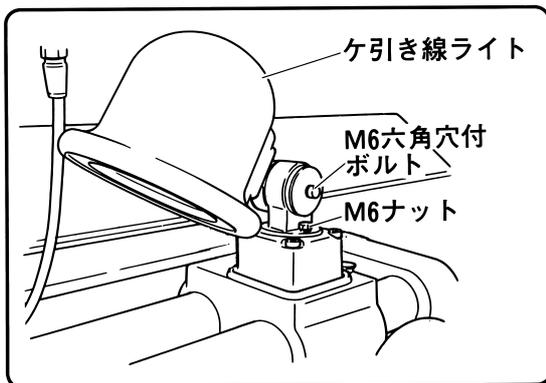

図 37
(4) ケ引き線ライトの位置調整が完了したら M 6 六角穴付ボルトと M 6 ナットを十分に締付けます。(図37)